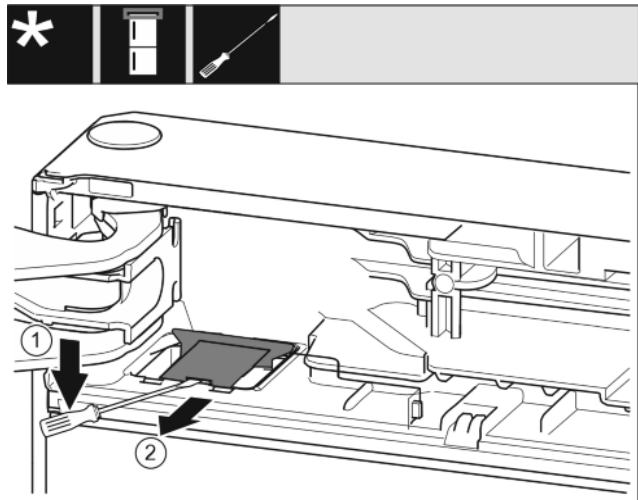

Fig. 8
- ▶ Mit einem Schlitzschraubendreher die Abdeckung austrasten und aufheben. Fig. 8 (1)
- ▶ Abdeckung herausnehmen. Fig. 8 (2)